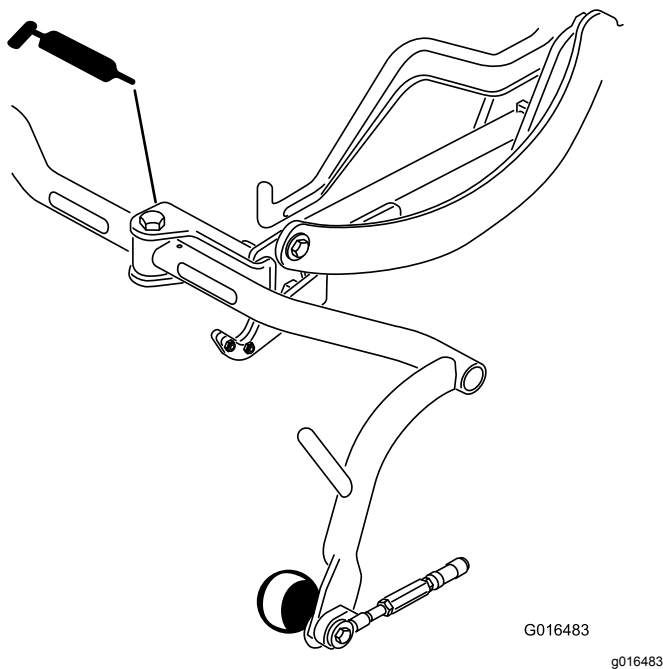

Figura 37
- Perno del telaio portante (3) (Figura 37)